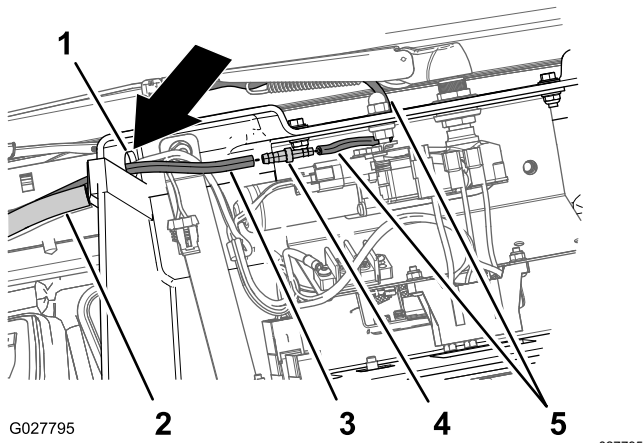

Bild 20
1. Verlegen Sie an der Dachkonsole ein Ende des Schlauches durch das Loch in der Dachkonsole (Bild 20).
2. Stecken Sie das kleine Ende des gezahnten Schlauchanschlussstücks in das Ende des Schlauchs vom Scheibenwischerarm, bis das Anschlussstück fest sitzt (Bild 20).
3. Stecken Sie das große Ende des gezahnten Schlauchanschlussstücks in das Ende des Schlauchs, bis das Anschlussstück fest sitzt (Bild 20).